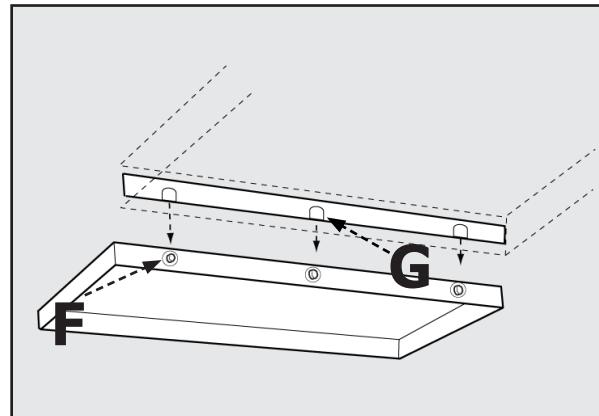
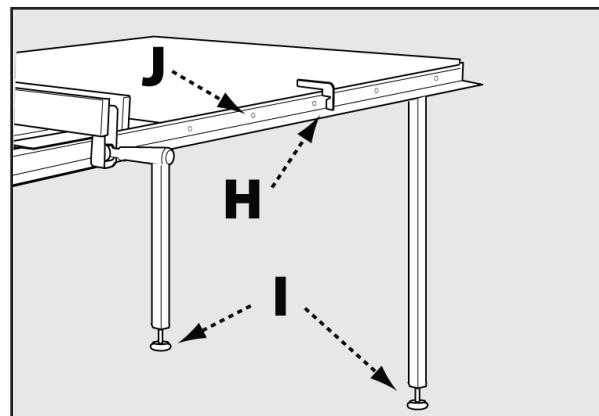

FIGURE 11
FIGURE 12
4. Faites passer depuis l'extérieur les vis #10-32 X 1 1/4" avec des rondelles plates #10 (E) à travers les trous percés, puis assemblez les écrous sur les vis et serrez.
5. Assemblez sans serrer trois vis 5/16-18 x 7/8" avec des rondelles à ressort, des rondelles plates et des écrous (F) dans les trois trous dans le côté de l'aile d'extension comme indiqué. (Fig. 11)
6. Abaissez soigneusement le support de table d'angle en acier percé (G) sur les vis de l'aile d'extension. Serrez les vis après avoir nivelé la table en bois avec l'aile d'extension.
7. À l'aide de la jauge d'alignement de rail (H), ajustez les pieds (I) de manière à ce que le haut de la table soit à la bonne distance du rail.
8. Percez des trous de 1/4 de pouce à travers les trous du rail (J) dans la table en bois sur les rails avant et arrière. (Fig. 12)